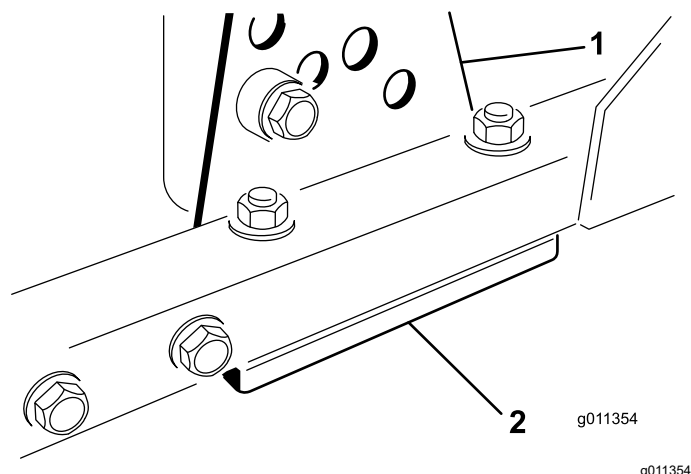

図 96
1. 刈り高ブラケット前、左、右のうち1つをカットティングユニットのフレームから外す 図 96。
2. カットティングユニットのフレームとブラケットとの間に厚さ 1.5 mm または 0.7 mm のシム、場合によってはこれらの両方を挿入して、希望する刈り高を達成する 図 96。